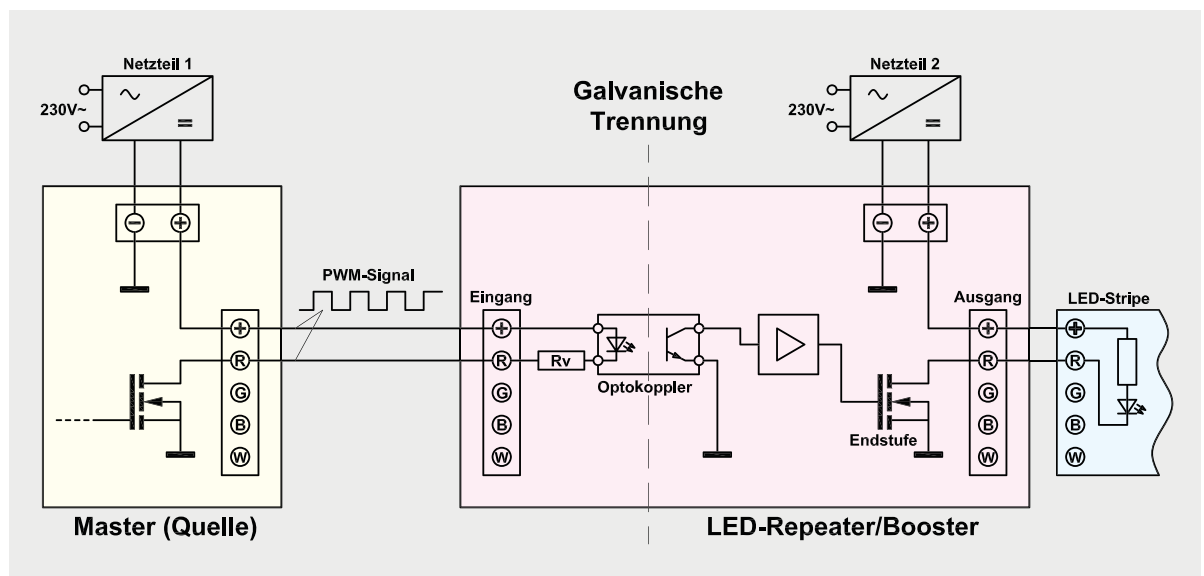

Bild 1: Im Blockschaltbild ist die Funktionsweise des RGBW-Repeaters zu erkennen.
**Bild 1** zeigt das Blockschaltbild einer Anordnung mit RGBW-Controller, hier ist die Funktionsweise, vor allem auch die galvanische Trennung im LED-Repeater, gut zu erkennen.